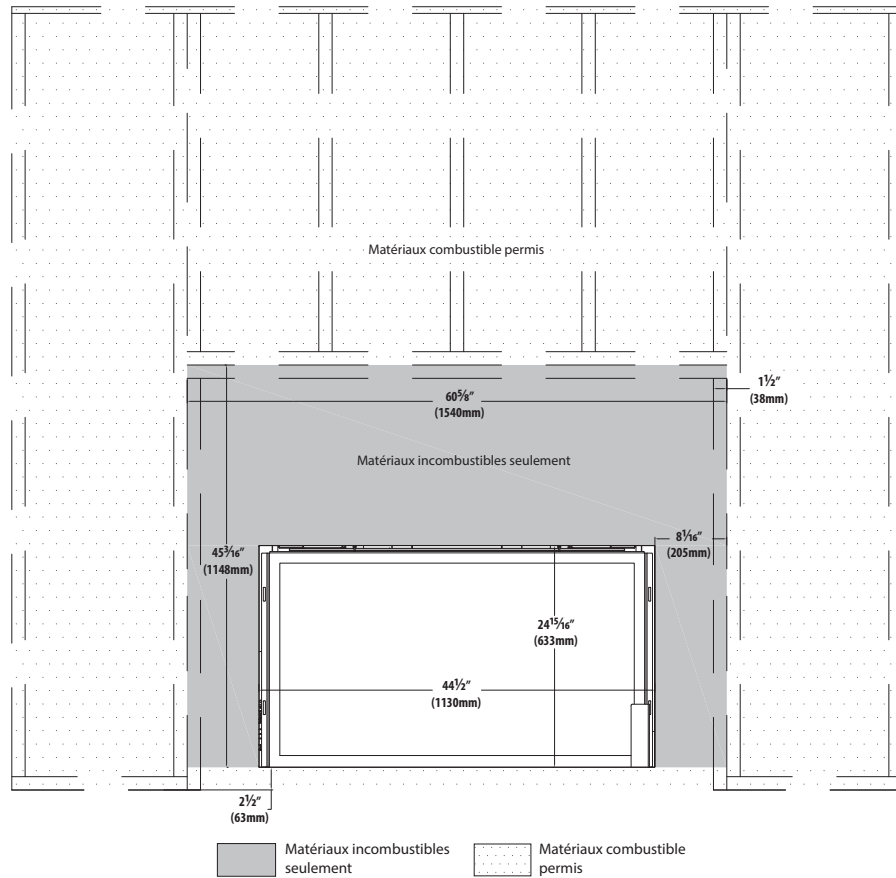

Figure 3.3, Dimensions minimales des matériaux incombustibles de finition
NOTE: Si vous désirez installer les matériaux de finition jusqu'aux grilles d'air des matériaux de finition, voir la Figure 3.3 ci-dessous. Les matériaux de finition ne doivent pas boucher l'ouverture de sortie d'air du plénum, et doivent border le pourtour de l'ouverture de sortie d'air uniformément.
Une épaisseur maximale de 1 po (25mm) de matériaux de finition combustibles peut être installée par dessus le panneau de ciment, tels que montrés à la Figure 3.1, la Figure 3.2 et la Figure 3.3.
- La Figure 3.6 montre l'installation de matériaux combustibles de finition murale d'une épaisseur maximale de 1 po (25 mm). Ces matériaux combustibles sont installés par dessus tous les matériaux incombustibles exigés, tels que montrés à la Figure 3.3 (page 15).